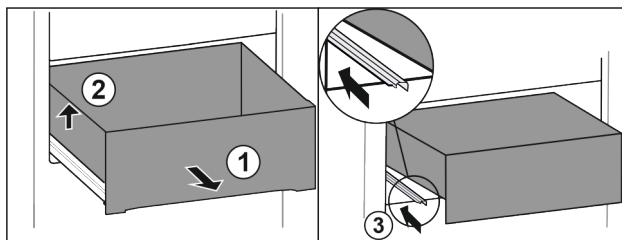

Fig. 15
- Витягніть висувний ящик до упору. Fig. 15 (1)
- Підняти висувний ящик ліворуч. Fig. 15 (2)
- Вставити ліву рейку. Fig. 15 (3)